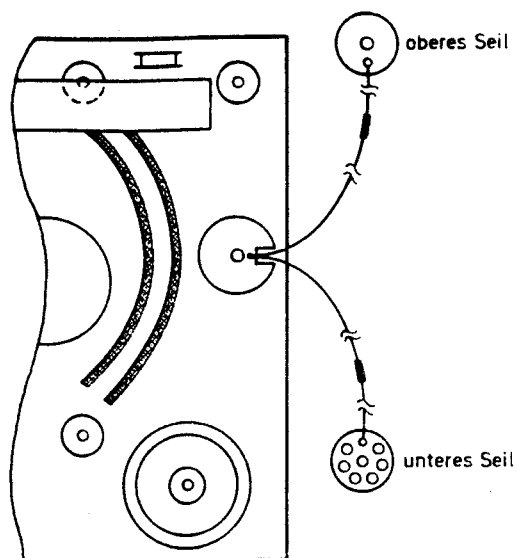

Abb. 1
- Neue Rolleneinheit (Pos. 105) nehmen, beide Seile (oberes und unteres) vollständig abwickeln und Fädelgetriebe wie Abb. 1 einsetzen.